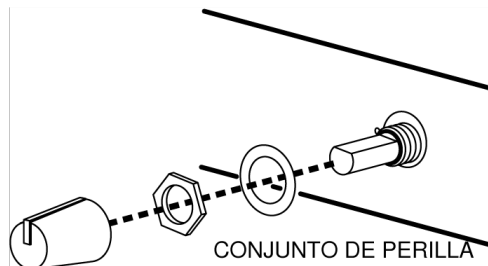

FIGURA 2
2. Retire las perillas y las tuercas retenedoras del panel delantero (vea la Figura 2).